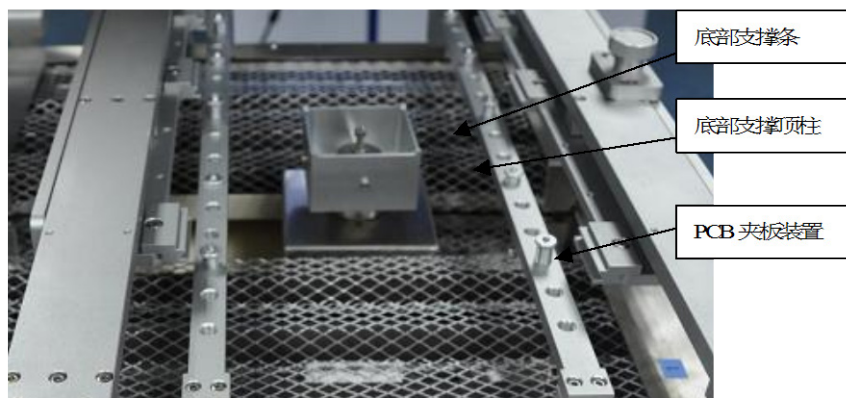

图 11-43 PCB 夹板装置和 PCB 底部支撑条
(3) 调节 PCB 夹板装置和 PCB 底部支撑条，装 PCB 板前将左右两边 PCB 夹板装置和 PCB 底部支撑条靠近，向上旋起底部支撑顶柱（可根据 PCB 大小移动到相应位置）使其顶部平面与 PCB 定位支架台阶平面高度一致（预防加热时 PCB 板底部无支撑时发生变形），如图 11-43 所示。